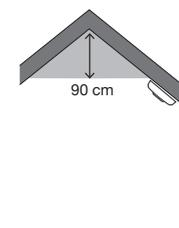

FIGUR 2. Bolig med flere etasjer
**Bolig med flere etasjer:** For å få et minimumsnivå av beskyttelse plasseres én alarm i trappehuset (inngangsnivå) og ytterligere én alarm over trappeavstøpsen i øverste etasje, samt én alarm i taket i kjelleren ved foten av trappen. Dette dekker kjelleren, men ikke krypkjeller og uinnredede loftsrom. Se eksempel i figur 2.